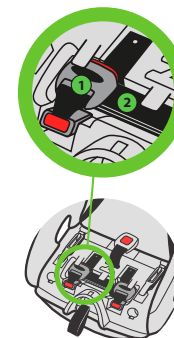

Figure 119
Retirez les Ajusteurs (1) et la Ceinture (2) d'Attaches Inférieures DUA de leur position de rangement dans le fond du siège, tel qu'illustré dans la **Figure 119**.